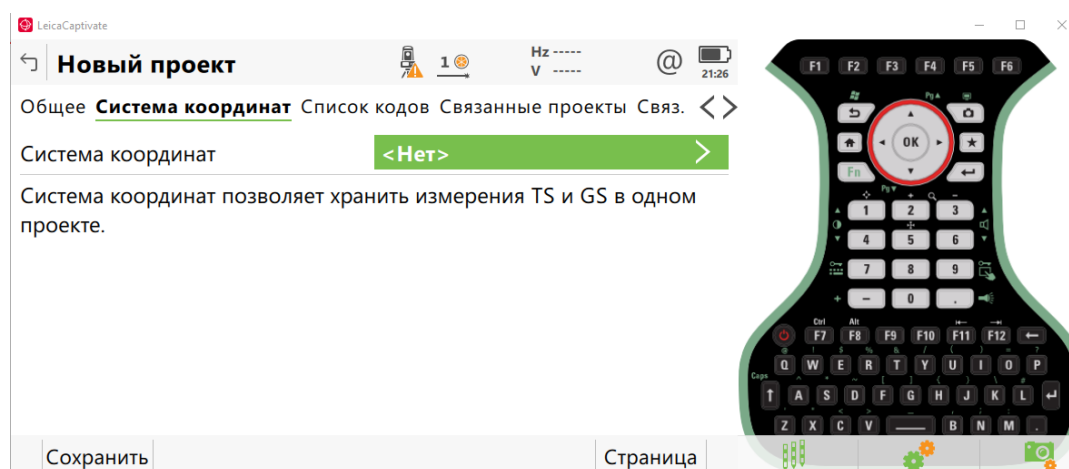

Рисунок 2 – Задание системы координат
2. Систему координат не устанавливаем (рис. 2):